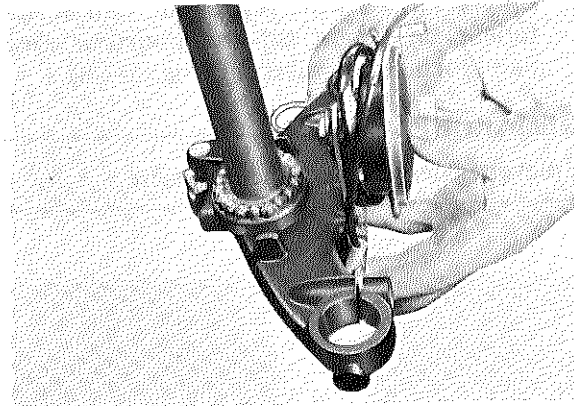

Fig. 5-7-6
12. Remove bracket while being very careful not to lose any bearings from the lower assembly. (Fig. 5-7-6)
12. Enlever l'étrier inférieur portant la tige de direction, en faisant très attention de n'égarer aucune des billes du roulement inférieur (Fig. 5-7-6).
12. Gabelführung abnehmen; dabei sehr vorsichtig vorgehen, damit keine Kugeln des unteren Lagers verloren gehen. (Fig. 5-7-6)